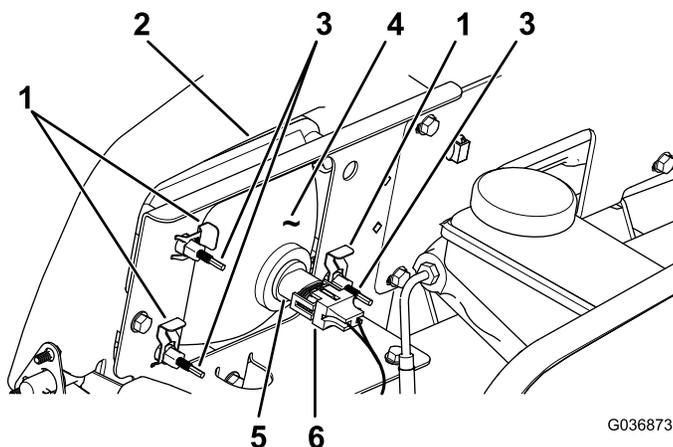

图 55
3. 将线束的电气接头与新灯总成的接头断开 图 55。
4. 卸下将大灯固定至大灯支架上的快速夹 图 55。
5. 将大灯总成从前保险杠的开口向前推出卸下大灯总成 图 55。
6. 通过保险杠开口将新大灯装入 图 55。
8. 将线束的电气接头与灯总成的接头连接 图 55。
2. 在大灯总成背面旋转调节螺丝 图 55 以转动大灯总成调整光束投射的位置。